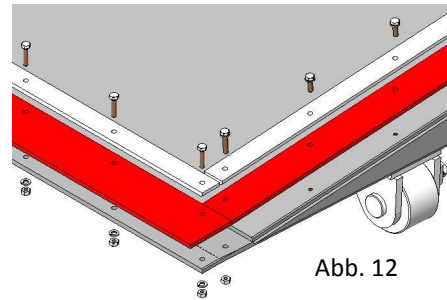

Abb. 12
6. Schraubelemente für die Befestigung von Flanschen und Dichtungen an der Schieberplatte lösen und herausnehmen (Abb. 12).